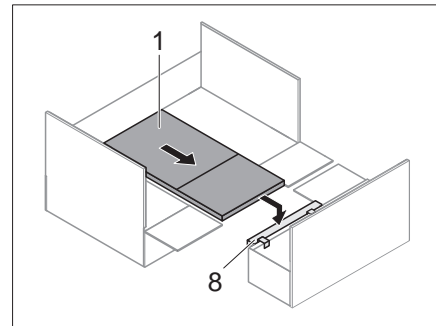

Bild 168 Tisch auf Bettkasten-Auflage
- Bettkasten-Auflage (Bild 168,8) einhängen.
- Einhängetisch (Bild 168,1) ausziehen und auf eingehängter Bettkasten-Auflage (Bild 168,8) positionieren.